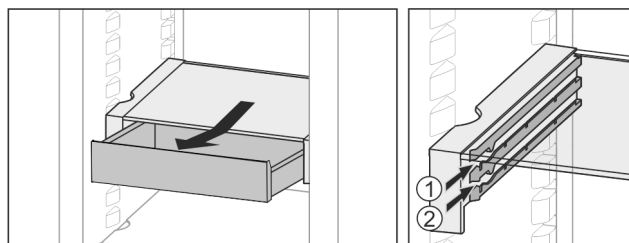

Fig. 36
- ▶ Introduceți la înălțimea dorită Fig. 36 (1) sau Fig. 36 (2).